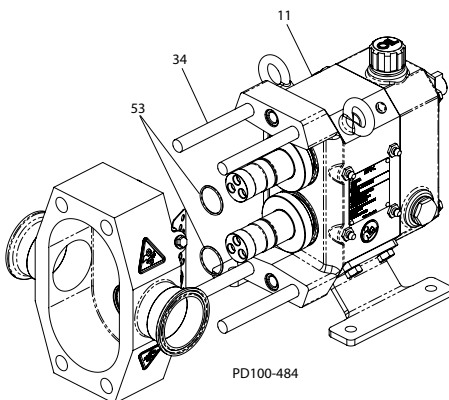

Figura 33 - Remoção do Corpo da Bomba
1. Usando uma marreta, bata levemente no corpo para a frente até que as cavilhas estejam soltas da caixa de engrenagem (Figura 33, item 11).
2. Deslize cuidadosamente o corpo para fora das vigas (item 34) para evitar danificar os componentes da vedação mecânica.
4. Remova e inspecione os anéis em O da cabeça do rotor (item 53).